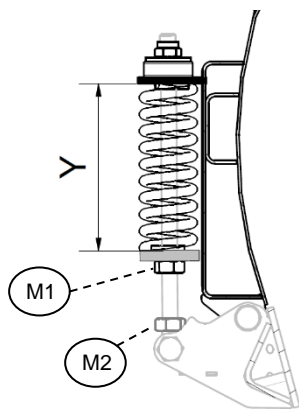

Bild.20
- 2) Dra mutter M1 uppåt två varv i taget och provkör. Upprepas tills spänningen är lagom – se Bild.20
- 5) Dra muttern M2 neråt – se Bild.20
- 6) Dra mutter M1 neråt två varv i taget och provkör. Upprepas tills spänningen är lagom – se Bild.20